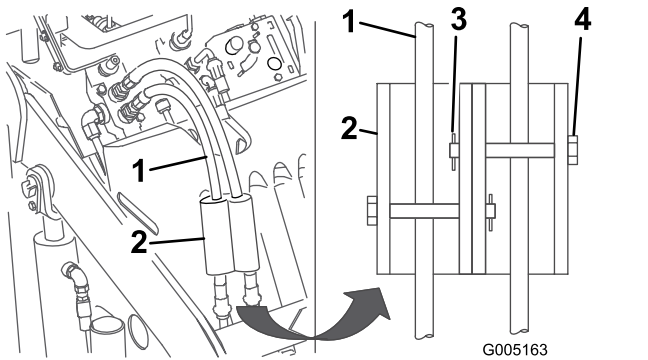

Figura 16
7. Instale los bloqueos de cilindro sobre las mangueras hidráulicas y fíjelos con los pasadores y chavetas (Figura 16).